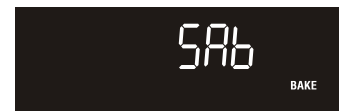

Fig. 1
6. Appuyez **simultanément sur les touches BAKE TIME** (temps de cuisson) et **DELAY START** (mise en marche différée) et maintenez-les enfoncées pendant au moins 3 secondes. Le régulateur émettra un bip et **SAb** s'affichera à sur le tableau de commande (fig. 1). Le four est correctement réglé pour le sabbat lorsque **SAb** s'affiche.